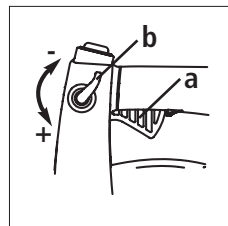

Fig. 21
3. Para diminuir a velocidade do motor, mova o controle de velocidade variável (b) para a posição LENTO (-) e o gatilho (a) retornará para marcha lenta [Fig. 21].